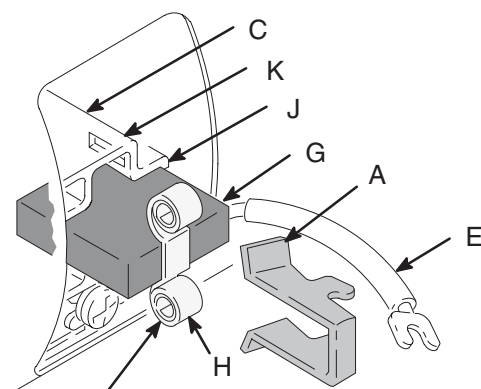

Fig. 6
- Fig. 6. Montér det nye kul (G), således at ledningen ligger i den lange rille (J) på kulholderen (C).
- Fig. 6. Anbring fjederen (H) på kullet (G).
- Fig. 6. Montér fjederclipsen (A). Tryk ned for at gribe fat i de korte riller (K) i kulholderen (C).